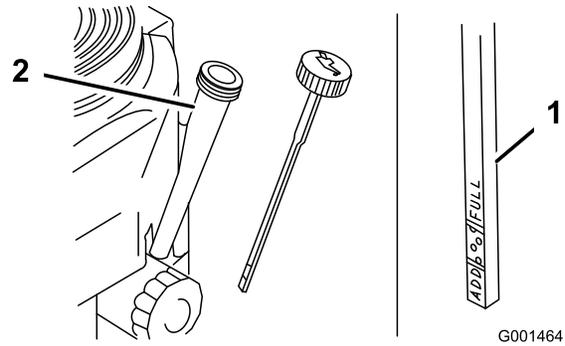

Figure 29
4. Nettoyez la surface autour de la jauge d'huile (Figure 29) pour éviter que des impuretés ne
5. Retirez la jauge d'huile et essuyez soigneusement son extrémité (Figure 29).
6. Remettez la jauge au fond du tube de remplissage, mais sans la visser (Figure 29).
8. Versez avec précaution environ 80 % de la quantité d'huile spécifiée dans le goulot de remplissage (Figure 29)